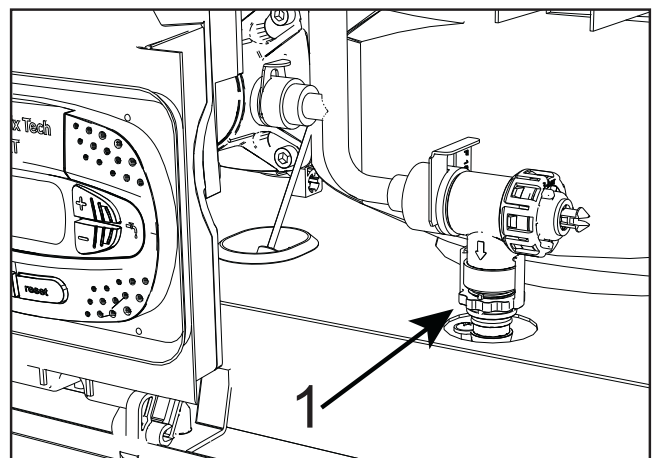

fig. 17- Veiligheidsklep met aftapkraan
Om de installatie af te tappen, draait u de ring (item 1 - fig. 17) tegen de klok in om de klep te openen. Gebruik geen gereedschap om deze bewerking uit te voeren. Draai de ring alleen met je handen.